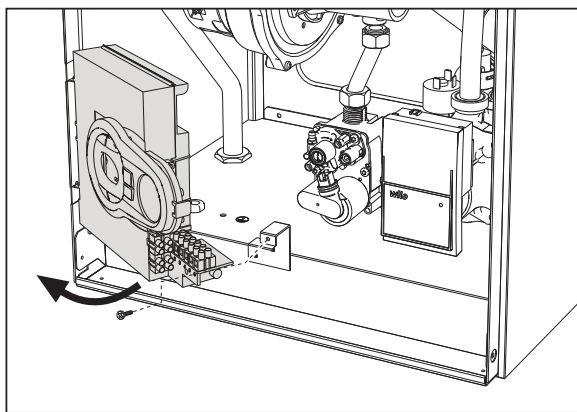

рис. 21
2. Открутите винт и разверните панель управления (см. рис. 21).